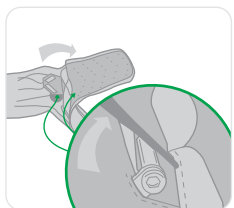

Figura 9
- Abra o zíper do painel posterior da mochila e verifique se o conector do cinturão apresenta sinais de dano, distorção, corrosão ou rachadura. Verifique se o parafuso de fixação está devidamente preso (consulte a Figura 9). Se houver algum dano evidente, não use. Remova o MSA PRD de serviço e consulte a MSA.